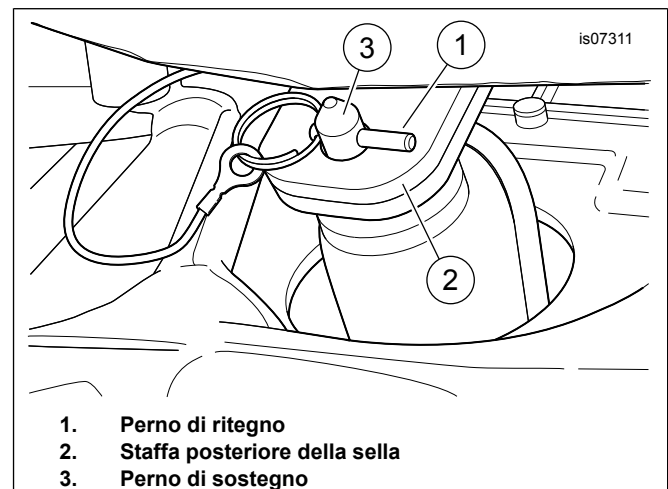

Figura 2. Perno di ritegno della sella
2. Vedere Figura 2. Stando sul lato sinistro della motocicletta, premere sulla parte posteriore della sella e tirare il perno di ritegno (1) dal perno di sostegno (3) sulla piastra superiore.